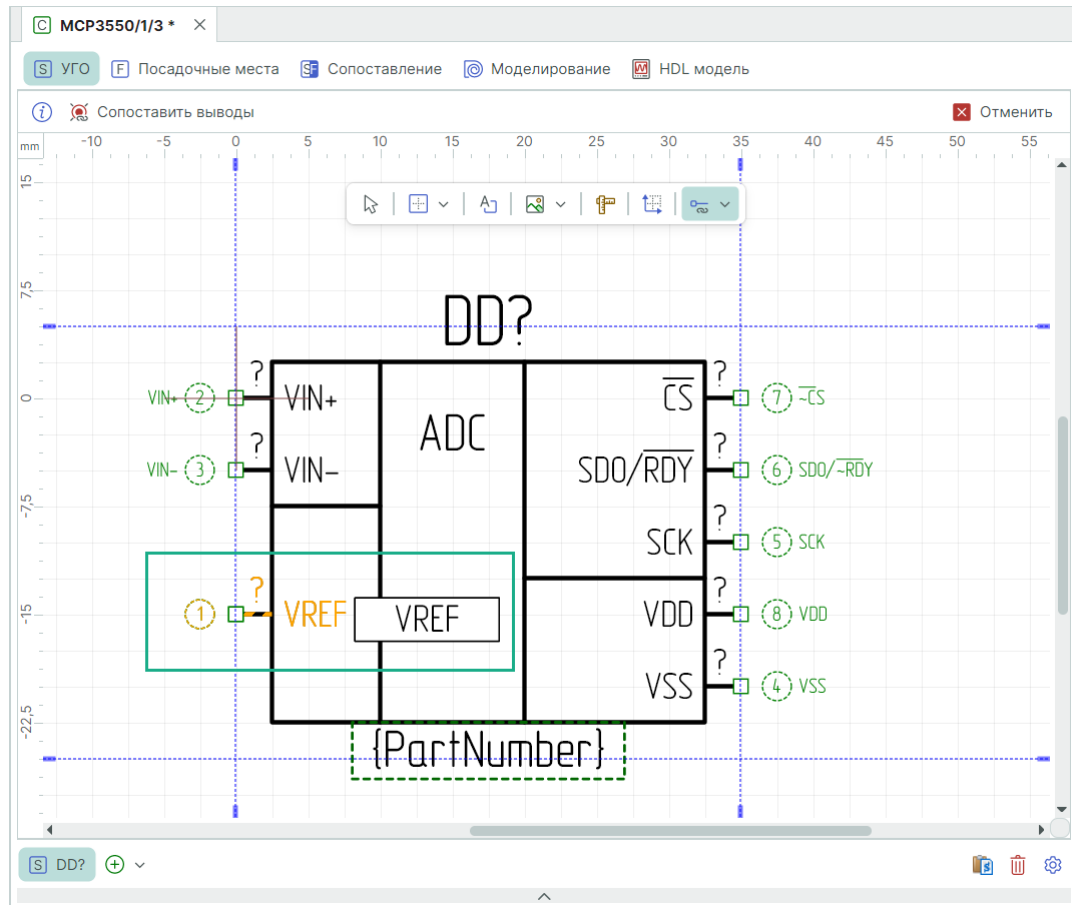

Рис. 289 Работа инструмента «Сопоставить вывод»
3. Под курсором при наведении на вывод УГО отображается его имя и метка, см. Рис. 289.